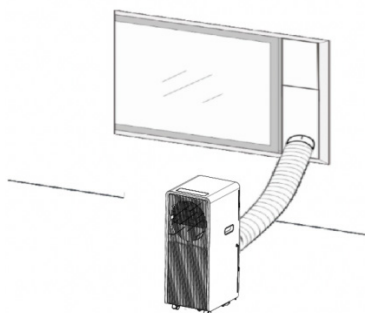
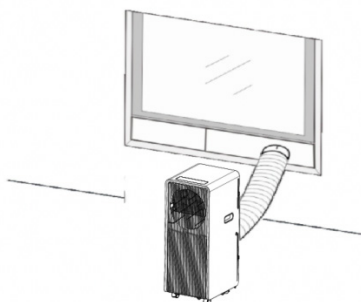

Fig. 2
Fig. 2a
- 2) Come mostrato in Fig. 2 e Fig. 2a., installare il tubo di scarico e regolare bene la posizione della finestra.